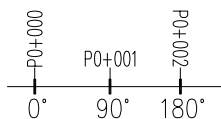

图 6-52 文字角度
- “文字角度”选项：系统提供了三种文字角度的标注方式，分别是 0 度、90 度、180 度。单击选项文本框，在弹出的下拉列表中选择文字角度，三种角度的标注结果如图 6-52 所示。